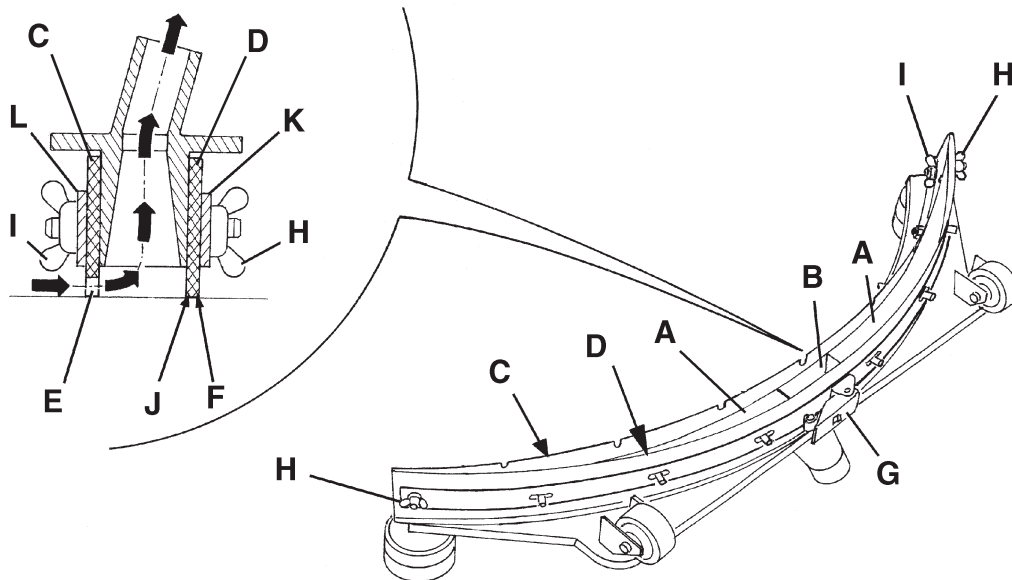
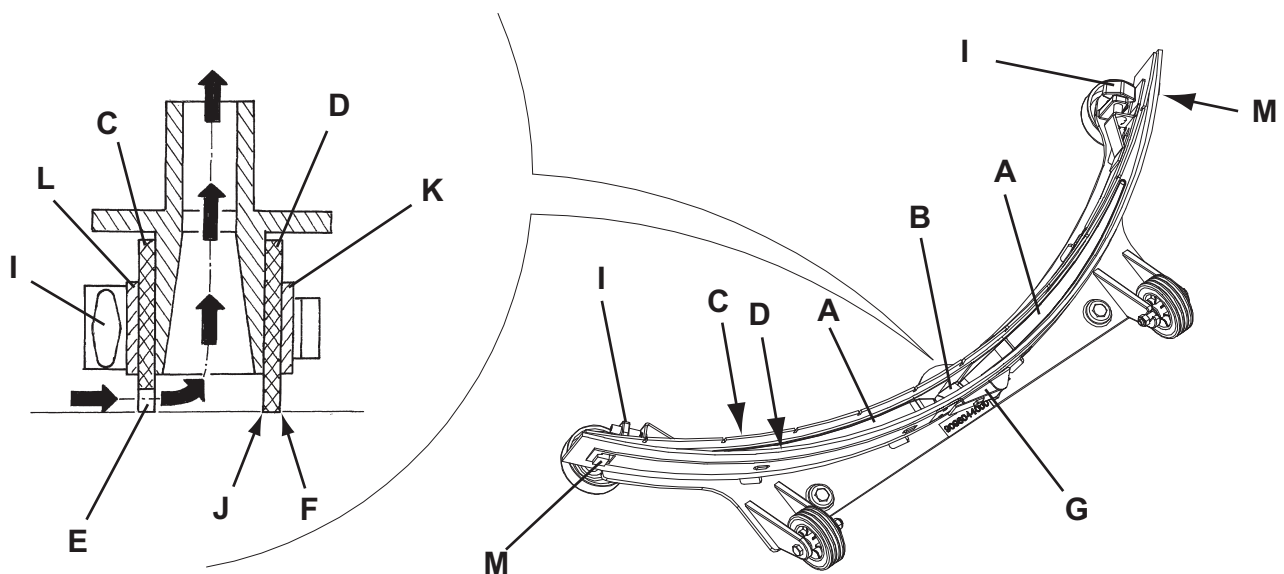

Abbildung 6
Abbildung 7
2. Den Zündschlüssel (80) auf "0" stellen.
3. Sauglippe (25) mit dem Hebel (10) absenken.
4. Sterngriffe (26) lösen und Sauglippe (25) abnehmen.
5. Ansaugrohr (15) von der Sauglippe abnehmen.
6. Die Sauglippe aus Stahl (Abb. 5) oder aus Aluminium (Abb. 6) waschen und reinigen. Insbesondere die Räume (A, Abb. 5 oder 6) und das Loch (B) reinigen. Überprüfen, ob der vordere (C) und der hintere Gummi (D) unversehrt sind und keine Schnitte oder Risse aufweisen, gegebenenfalls austauschen (siehe nachstehender Absatz).
1. Die Sauglippe aus Stahl (Abb. 6) oder aus Aluminium (Abb. 7) reinigen, und dabei wie angegeben im vorhergehenden Abschnitt vorgehen.
2. Prüfen dass die Säume (E, Abb. 6 oder 7) des Vordergummis (C) und die Säume (F) des Hintergummis (D) gleichzeitig auf einer Richtplatte über ihre ganze Länge ruhen, ansonsten in der Höhe wie folgt beschrieben einstellen:
- Den Zugstab (G, Abb. 6 oder 7) und die Flügelmutter (H, Abb. 6) oder die Befestiger (M, Abb. 7) lösen und das Hintergummi (D, Abb. 6 oder 7) einstellen, dann die Flügelmutter anschrauben oder die Befestiger ankuppeln, schließlich den Zugstab ankuppeln.
- Sterngriffe (I) lösen und vorderen Gummi (C, Abb. 6 oder 7) einstellen. Sterngriffe wieder festdrehen.
3. Überprüfen, ob der vordere (C, Abb. 6 oder 7) und der hintere Gummi (D) unversehrt sind und keine Schnitte oder Risse aufweisen, gegebenenfalls wie folgt austauschen. Überprüfen, ob die Vorderkante (J) des hinteren Gummis verschlissen ist. Gegebenenfalls Gummi umdrehen und eine der drei unversehrten Kanten als Vorderkante verwenden. Sind auch die anderen drei Kanten abgenutzt, Gummi wie folgt austauschen:
- Zugstange (G) lösen, Flügelmutter (H) entfernen oder Haltevorrichtungen (M) lösen, Haltestreifen (K) abnehmen und hinteren Gummi (D) umdrehen/austauschen. Gummi in umgekehrter Reihenfolge einbauen.
- Sterngriffe (I) aufdrehen, Haltestreifen (L) abnehmen und vorderen Gummi (C) austauschen. Gummi in umgekehrter Reihenfolge einbauen.